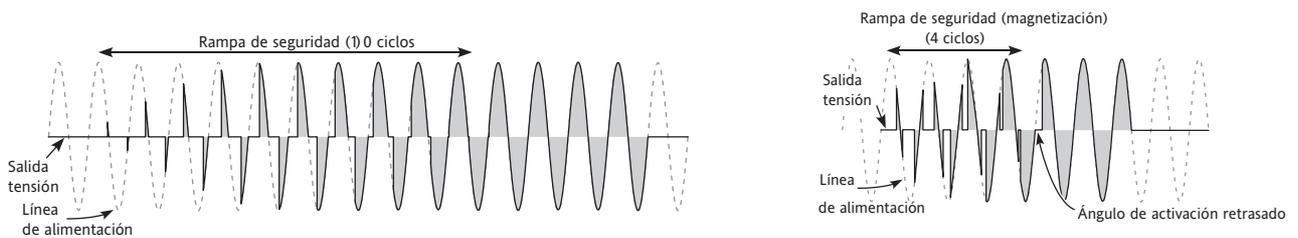

Figura 6.12b Ejemplos de rampa de seguridad (encendido por ráfagas)
- Rampa de seguridad Muestra la duración de la rampa de seguridad en ciclos de tensión de alimentación (de 0 a 255) que se aplica en el arranque. La rampa es una rampa de ángulo de fase desde cero hasta el ángulo de fase objetivo o, para encendido por ráfagas, de 0 a 100 %. Véase la figura 6.12b. La rampa de seguridad no se aplica al modo de medio ciclo.